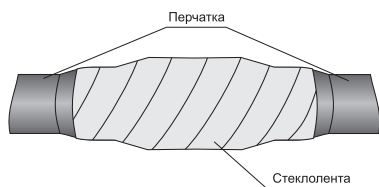

Рисунок 16
4.28 Выполнить стягивающую намотку на жилы кабелей стеклолентой с 50%-ным перекрытием на соединение кабелей, закрыв полностью пластины уплотняющего состава, при одновременном сжатии жил друг с другом (рисунок 16).